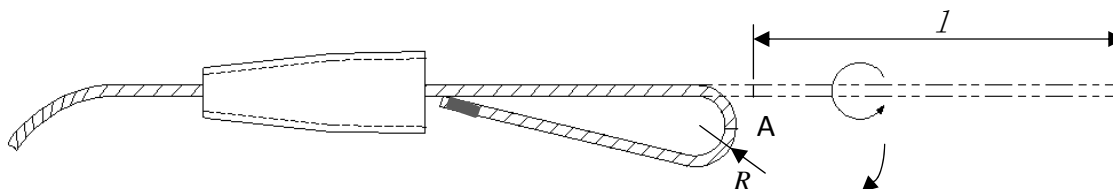

图1 钢丝绳端部的弯曲
- 弯曲钢丝绳时，宜根据表2中的钢丝绳尾段的长度 l 确定A点，见图1，再根据钢丝绳捻制方向使钢丝绳弯曲，弯曲部位的半径 R 宜为钢丝绳直径的2~4倍。